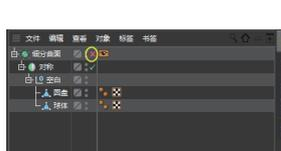

图 5-66
**01** 将“对称”对象拖入“细分曲面”对象中成为其子级，并将细分曲面对象关闭，如图 5-66 所示。